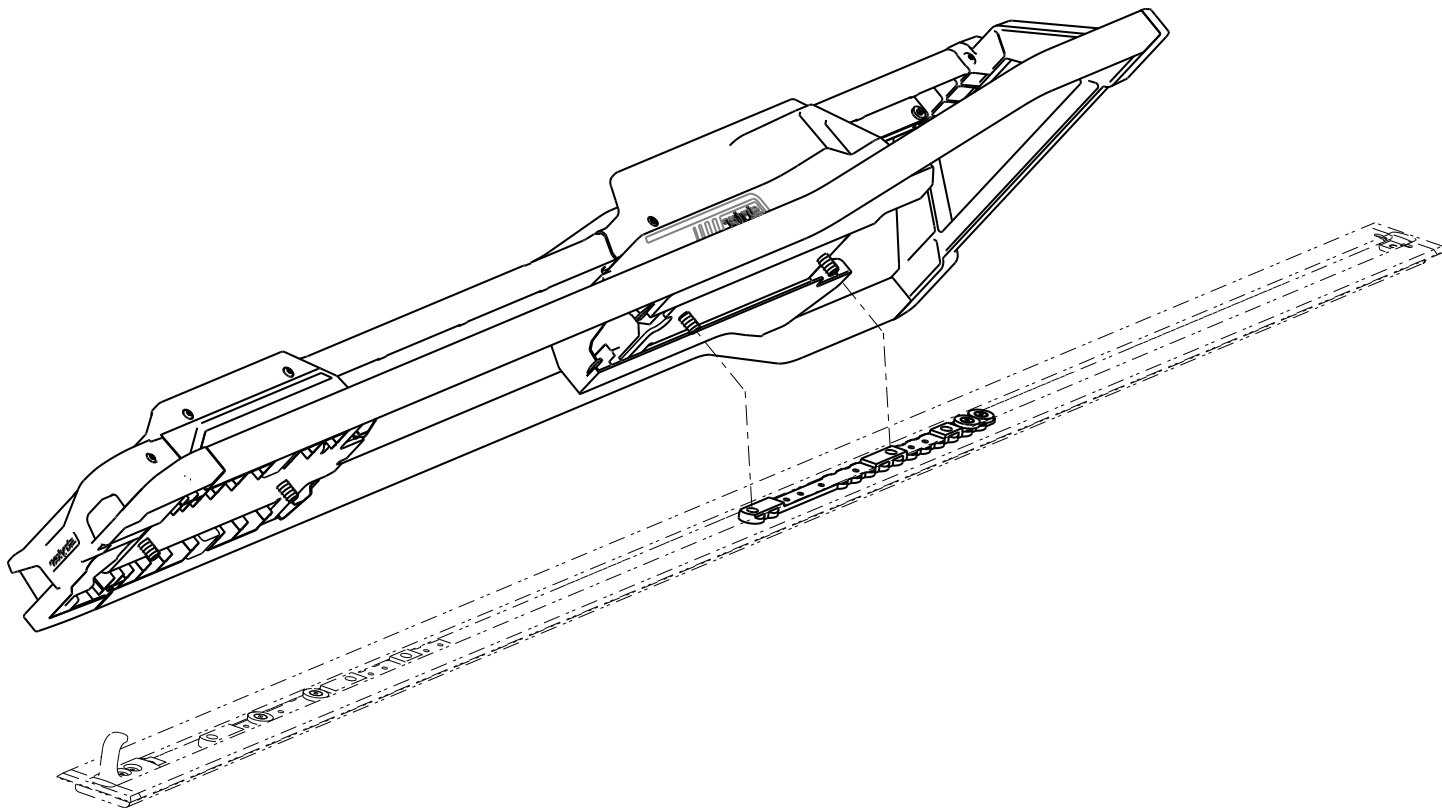

Рисунок 5 – Выравнивание Performance-LOAD
1. Осторожно поместите **Performance-LOAD** на напольную пластину. Совместите два болта со стороны с головного конца с двумя отверстиями в планке, как показано на Рисунок 5.